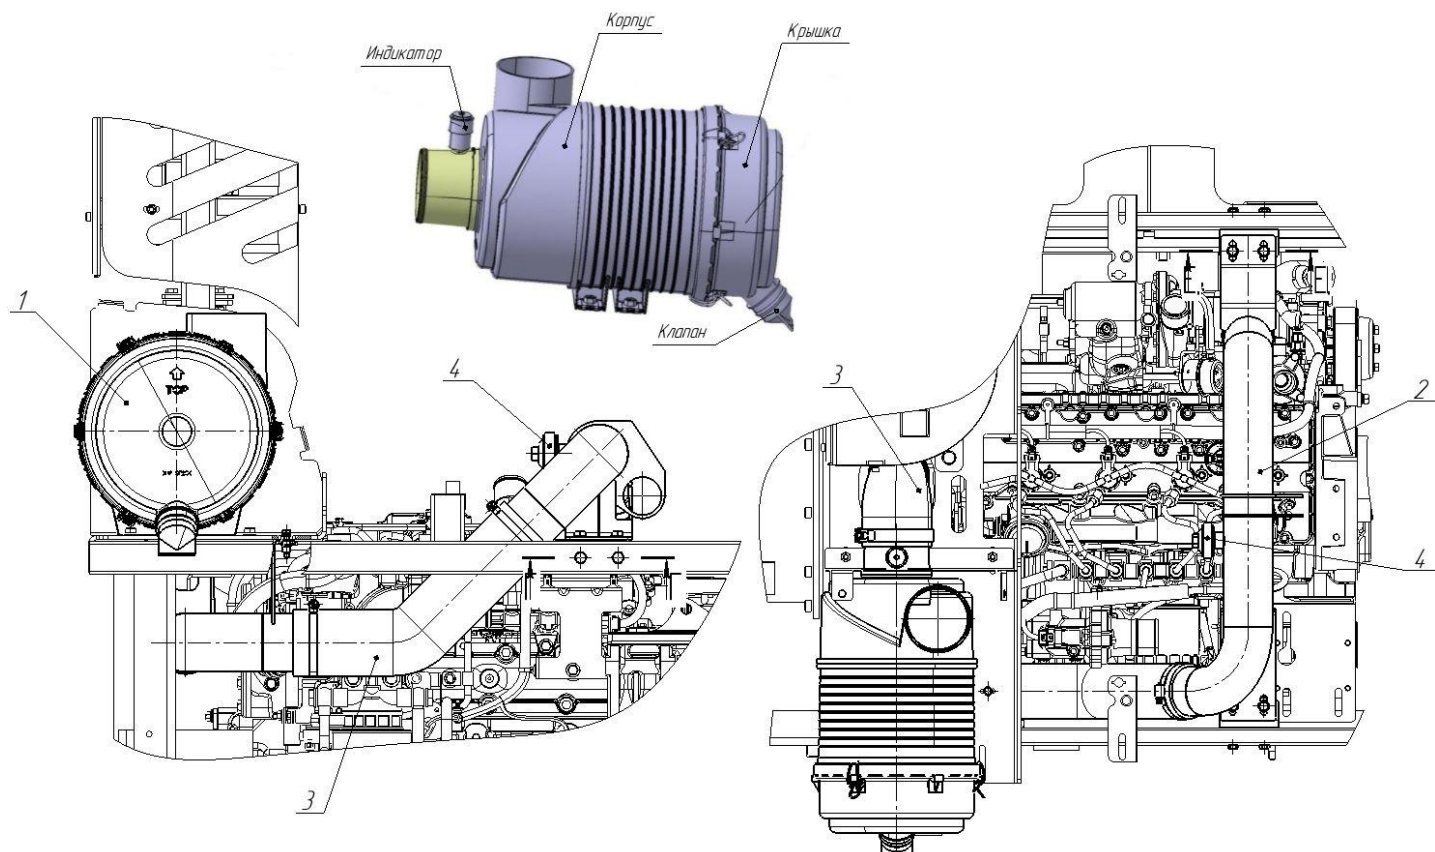

Рис.7 — Система питания воздухом
- система питания воздухом (рис.7);